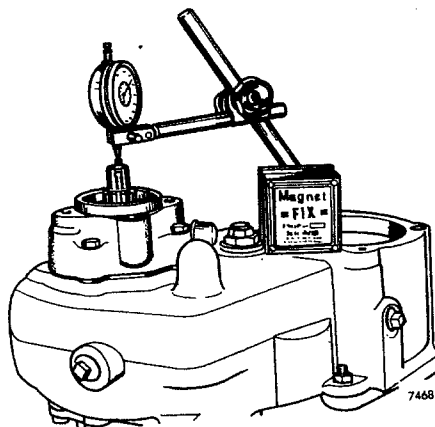

Fig 08-13. Indikering av lagerspel
9. Pressa i tätningringen i bakre locket og montera locket. Kontrollera bakre utgående axelns lagerspel, se fig 08-13. Lagerspelet skall vara 0,05-0,15 mm og justeras med hjelp av mellanlägg under bakre locket.